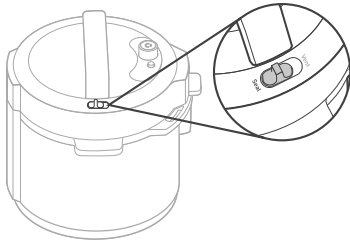

Figure 1.1
- Lorsque vous cuisinez avec une fonction de cuisson sous pression, le commutateur d'évacuation de la vapeur se met automatiquement en position « **Seal** » (scellé) une fois fermé. **[Figure 1.1]**